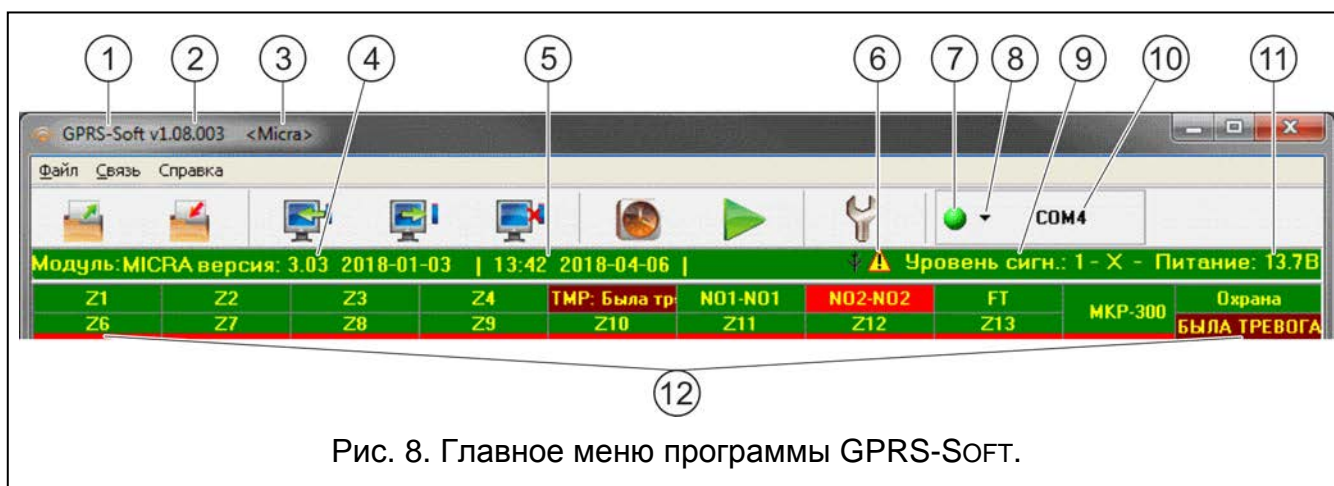

Рис. 8. Главное меню программы GPRS-SOFT.
Порт RS-232 (TTL) модуля необходимо подключить к USB-порту компьютера. Для выполнения соединения следует использовать преобразователь USB-RS компании SATEL. В программе GPRS-SOFT следует указать номер COM-порта компьютера, предназначенного для связи с модулем. С этой целью следует кликнуть указателем мыши по кнопке «Конфигурация» (см.: рис. 8 и пояснения к рисунку) и в окне, которое отобразится, выбрать соответствующий порт COM компьютера. Программа соединяется с модулем после включения выбранного COM-порта.
2. Кликнуть указателем мыши по кнопке «Конфигурация» (см.: рис. 8, пояснения к рисунку). В открывшемся окне, впишите номер TCP-порта, выбранного для связи с модулем. Этот номер будет находиться в SMS-сообщении, отправленном на номер GSM-телефона модуля, с целью установления связи.
3. Кликнуть указателем мыши по кнопке  (см. рис. 8). В открывшемся меню выберите вкладку «TCP/IP». Сервер будет активирован.